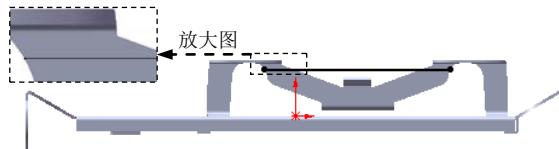

图 6.72 绘制的折弯线
② 定义折弯线草图。在草图环境中绘制图 6.72 所示的折弯线。